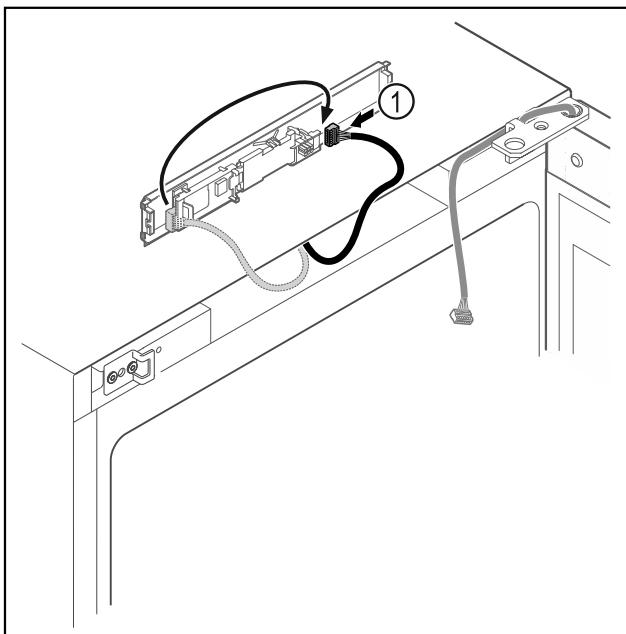

Fig. 15
- Ponovno spojite utikač Fig. 15 (1) na tiskanu pločicu.